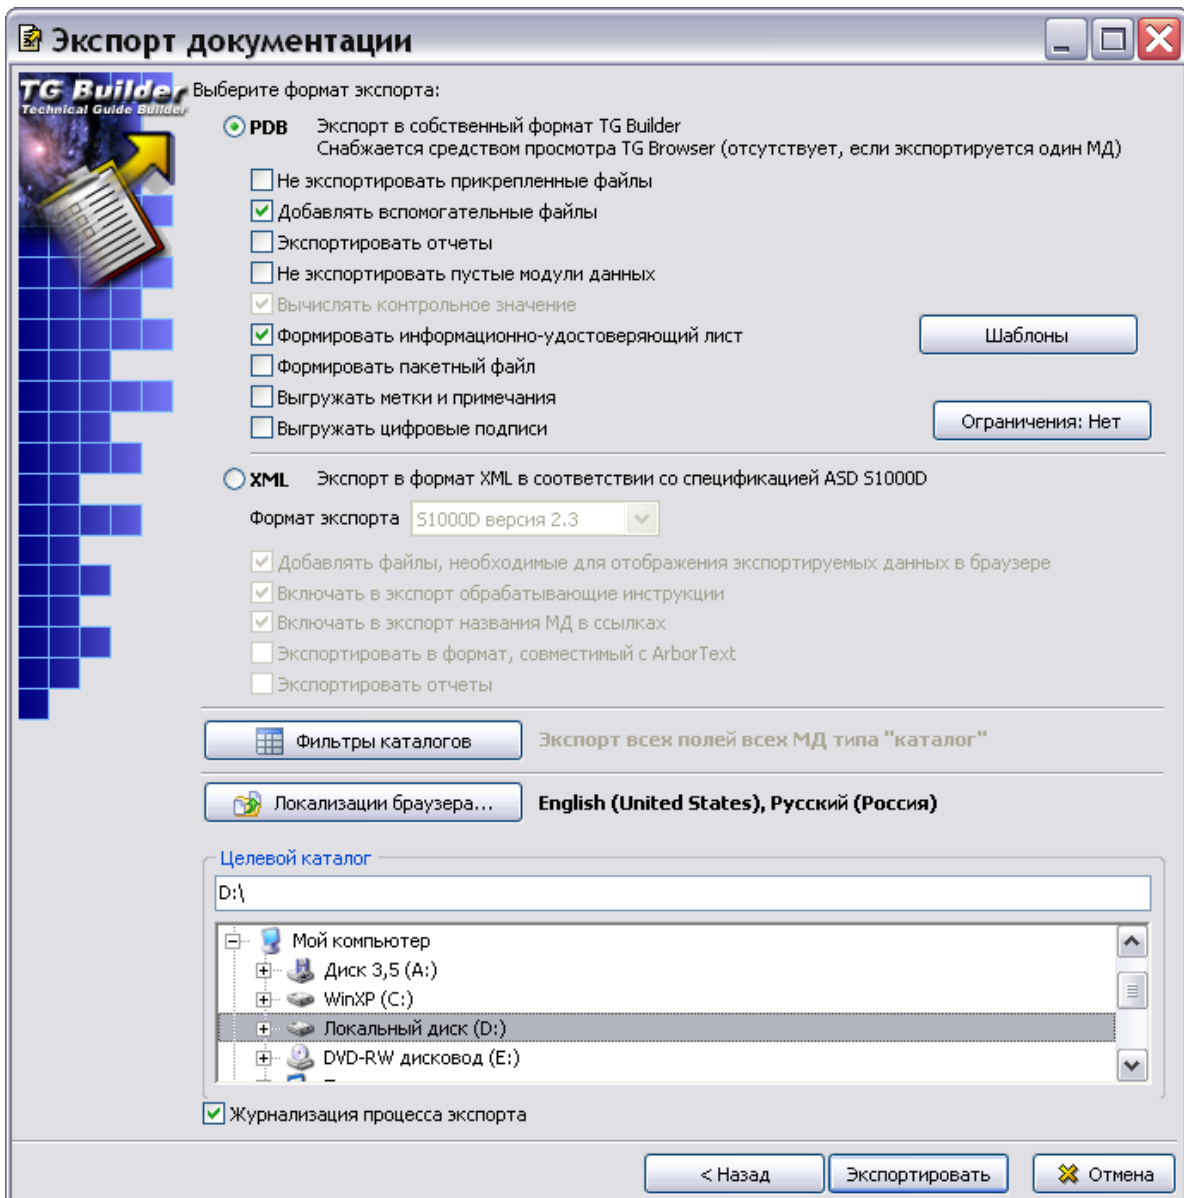

Рис. 21.26
8. Нажмите на кнопку **Далее**. После этого откроется вторая часть окна **Экспорт документации** (Рис. 21.26).